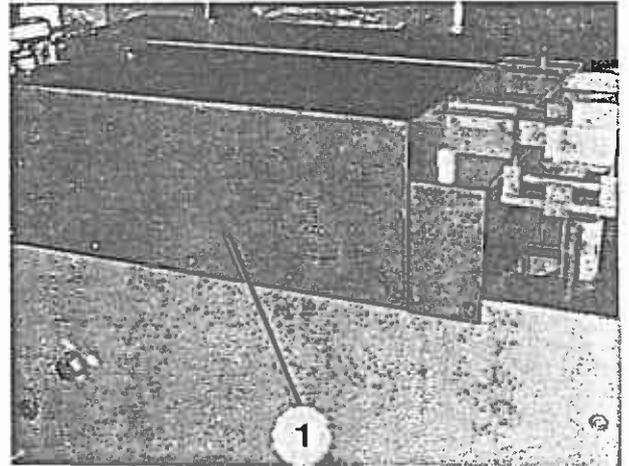

Bild 66
1. Linkes oberes Verkleidungsblech (Bild 66/1) abbauen.